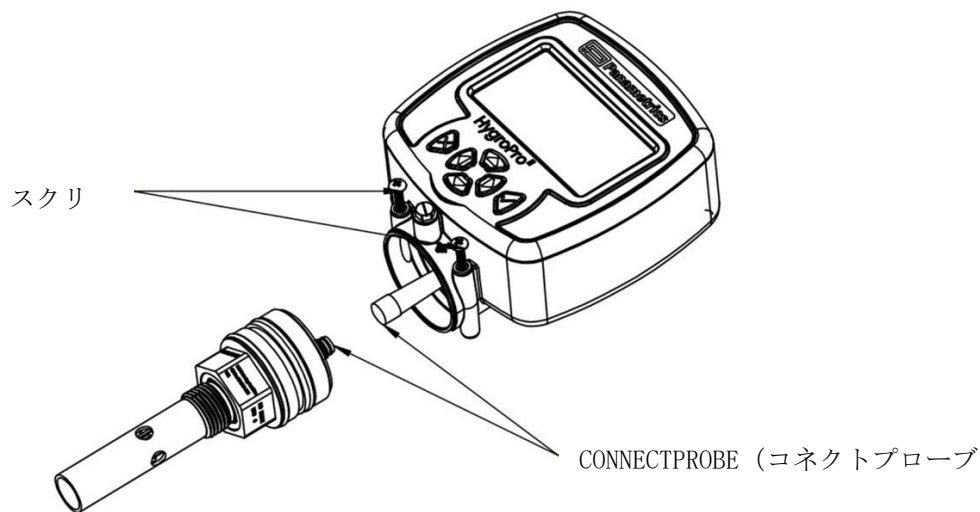

図18:送信機からハイグロ^{II}RTEプローブを削除する
ハイグロ^{II}RTEプローブは下の図18に示すように、2つのショルダーネジを緩めて、内部M8コネクタケーブルを外せば、簡単に取り外すことができます。送信機からプローブを取り外すには、上の図17を参照して、次の手順に従います。
4. プローブ上部のロックナットを回して、内部黄色プローブケーブルの M8 コネクタを外します。その後、プローブを取り外します（図18参照）。